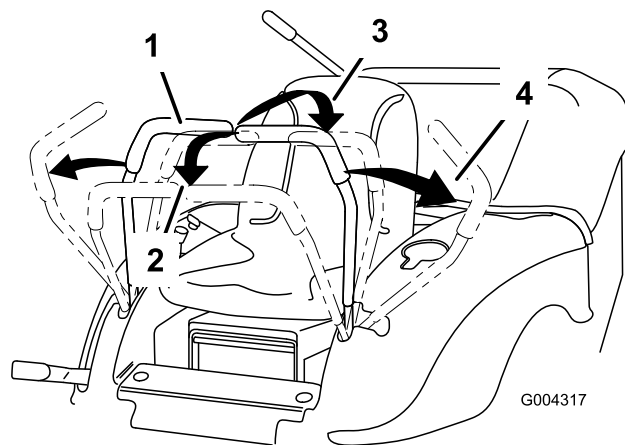

Figura 12
2. Per fare marcia avanti spingete lentamente in avanti le leve di controllo del movimento (Figura 12).
Per spostarvi in linea retta, applicate una pressione identica su entrambe le leve di controllo del movimento (Figura 12).
Per girare, rilasciate la pressione sulla leva di controllo del movimento verso la direzione in cui volete voltare (Figura 12).
2. Per fare marcia indietro tirate lentamente indietro le leve di controllo del movimento (Figura 12).